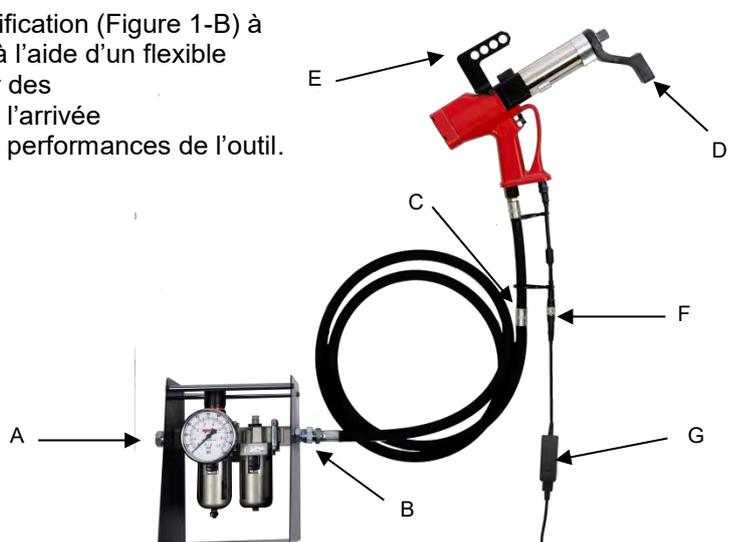

FIGURE 1 – Raccordements
Le crochet de suspension PneuTorque® (Figure 1-E) est conçu en vue d'une utilisation avec un balancier approprié. Retirez le crochet de suspension s'il n'est pas nécessaire.
Raccordez le flexible d'admission de l'air (Figure 1-C) au côté échappement de l'unité de commande de lubrification (B) (non fournie), en vérifiant que l'air s'écoule dans le sens de la flèche.
Raccordez l'entrée de l'unité de commande de lubrification (Figure 1-B) à l'alimentation pneumatique principale (Figure 1-A) à l'aide d'un flexible d'alésage minimum de 1/2" (12 mm). Évitez d'utiliser des flexibles de 1/2" d'alésage de plus de 5 mètres entre l'arrivée d'air et le régulateur de pression, car ceci réduit les performances de l'outil.
Fixez la rallonge d'alimentation électrique entre le câble de l'outil électrique (Figure 1-F) et l'alimentation électrique (Figure 1-G).
Raccordez le cordon de l'alimentation principale à l'alimentation électrique (Figure 1-G). L'affichage et le témoin lumineux s'allument un court instant.